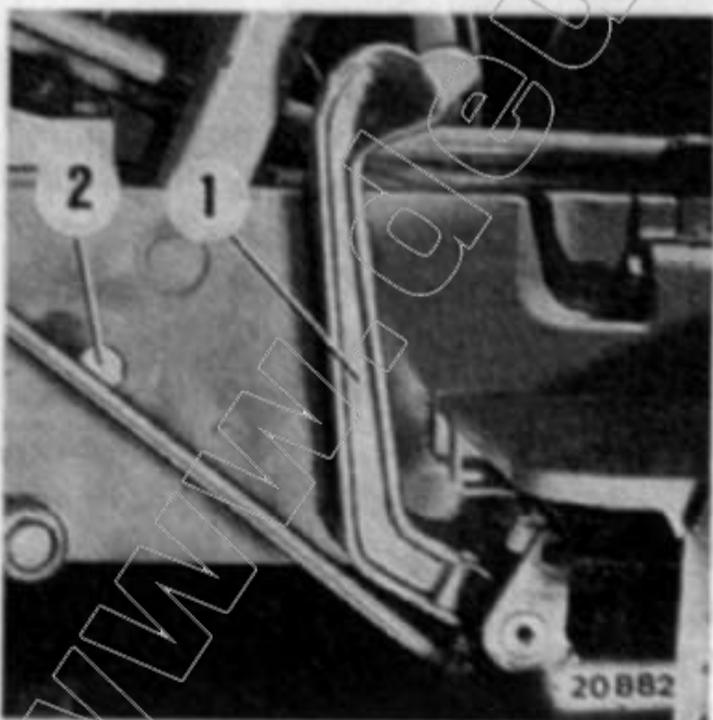

Bild 16
Das Einschalten der Zapfwellen darf nur bei ausgerückter Zapfwellenkupplung erfolgen. Zum Auskuppeln wird der Fußhebel (1) bis zum Anschlag (2) durchgedrückt – Bild 16 – und dann nach einer kleinen Pause der Schalthebel der Zapfwelle betätigt (Bild 18).